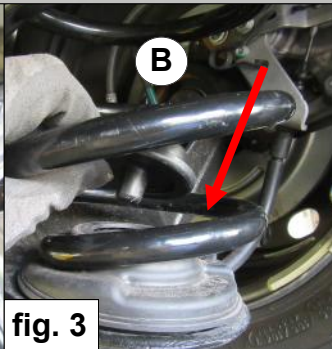

fig. 3
3. Plaats de onderste veerhouder B in het zojuist geboorde gat. (Zie fig. 3).
3. Place lower spring seat B into the just drilled hole. (See fig. 3).
3. Setzen Sie den unteren Federteller B in der Bohrung. (Siehe Abbildung 3).
3. Placez le support inférieur **B** dans le perçage. (Voir fig. 3).